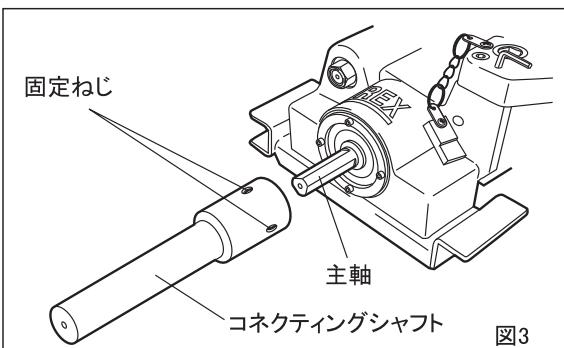

図3
② コネクティングシャフトの取り付け
- ・コネクティングシャフトを主軸の奥まで差し込み、2本のねじで平面部をしっかりと押さえ、主軸に固定します。(図3)